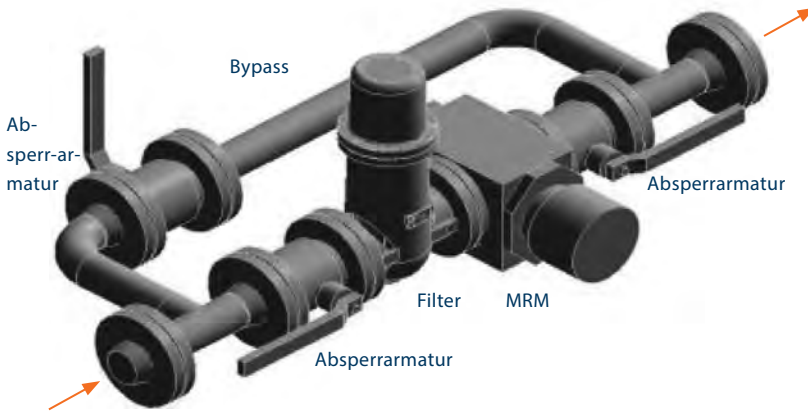
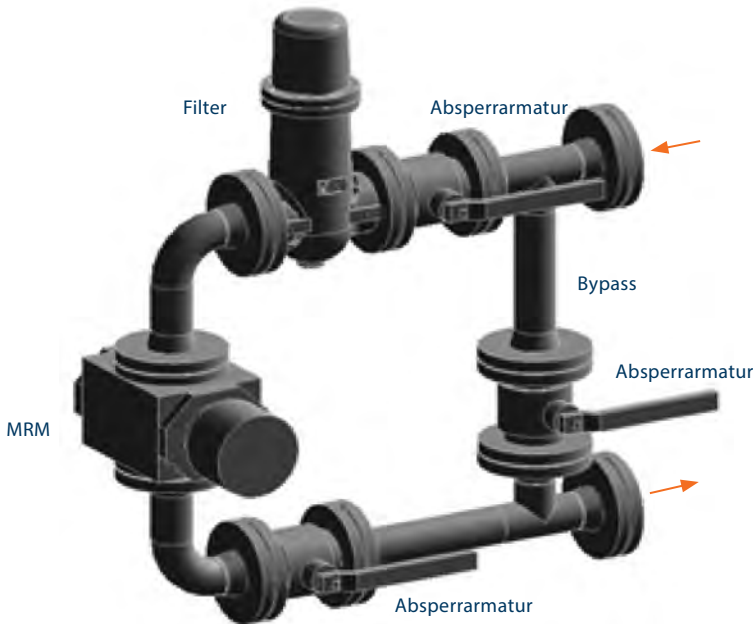

Abb. 2: Typische horizontale Installation des MRM Drehkolbengaszählers
Abb. 3: Typische vertikale Installation des MRM Drehkolbengaszählers
2. Langsames Öffnen des Ventils vor dem Zähler (Abb. 2 und Abb. 3) zur Füllung der Leitung bis zum Arbeitsdruck.
5. Langsames Öffnen des Ventils nach dem Zähler (Abb. 2 und Abb. 3).